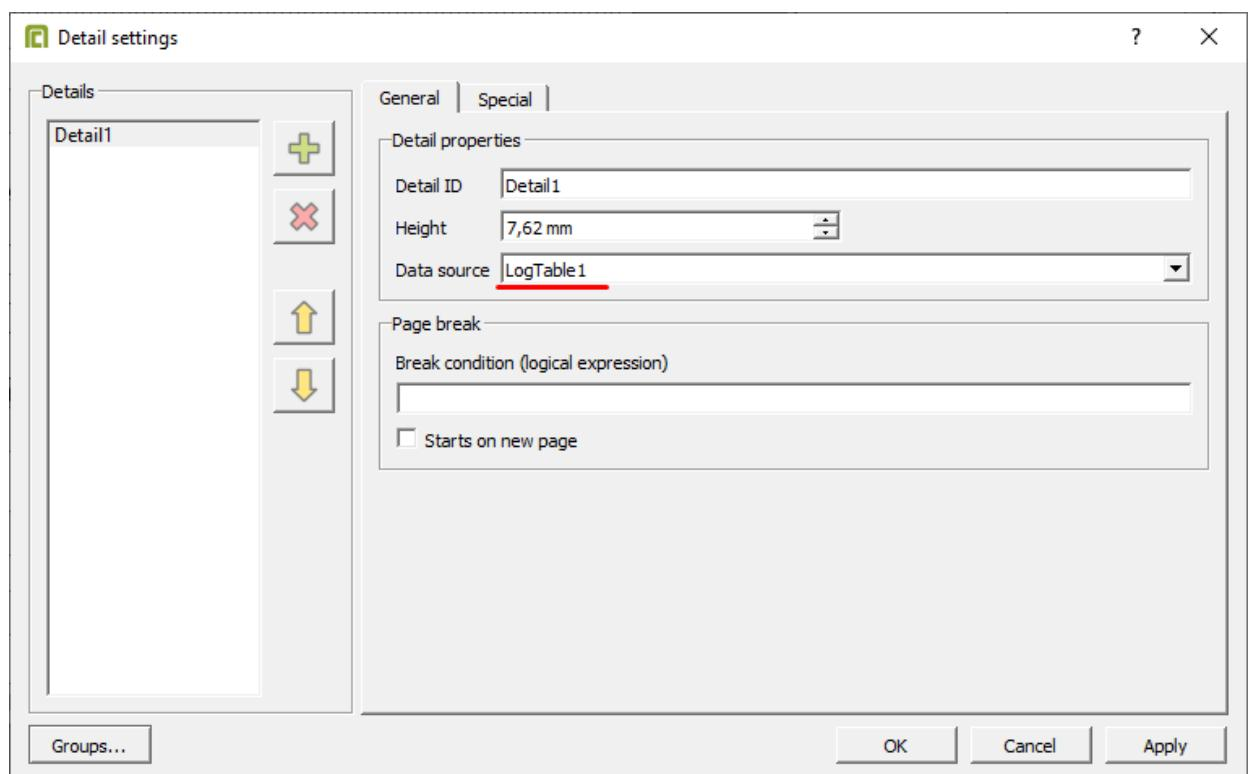

Рисунок 150 - Настройки Detail
5. В настройках Details выберите источник данных (Рисунок 150).